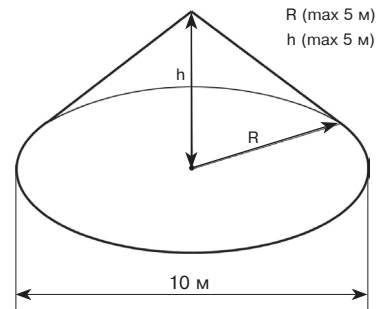

Рисунок 1 – Вид зоны обнаружения ИК канала
6.3 Вид зоны обнаружения ИК канала приведен на рис. 1.